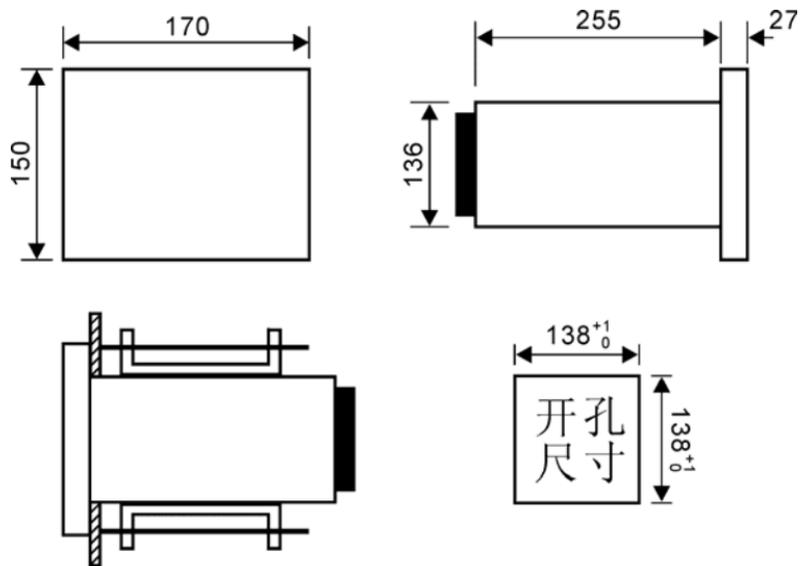

图8.1 仪表外形尺寸, 安装方法及开孔尺寸
- ◆ XMR6000QC彩色无纸记录仪的RS-485通讯线采用双芯五类屏蔽双绞线，其一端通过RS-232/485转换模块接到计算机的串行通信口，另一端接到记录仪端子板上的三个通讯端子上，其连接方式如图8.1所示：